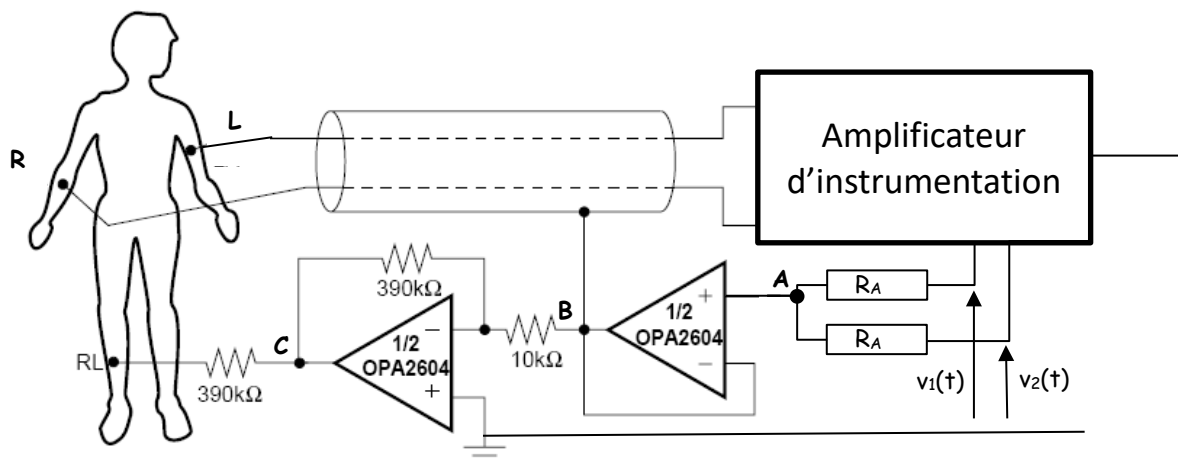

Figure 3 : Electrode de référence
En fonctionnement normal, afin de réduire le mode commun, on utilise la structure ci-dessous figure 3. On donne les relations entre $v_1(t)$, $v_2(t)$ et $u_{EOG}(t)$, $u_{mc}(t)$: $v_1(t)=30.u_{EOG}(t) + u_{mc}(t)$ et $v_2(t)= u_{mc}(t) - 30.u_{EOG}(t)$
- a) Exprimer la tension au point A (voir fig. 3) en fonction de $u_{mc}(t)$. En déduire la tension en B. Quel est le rôle de l'amplificateur opérationnel OPA2604 situé entre A et B.